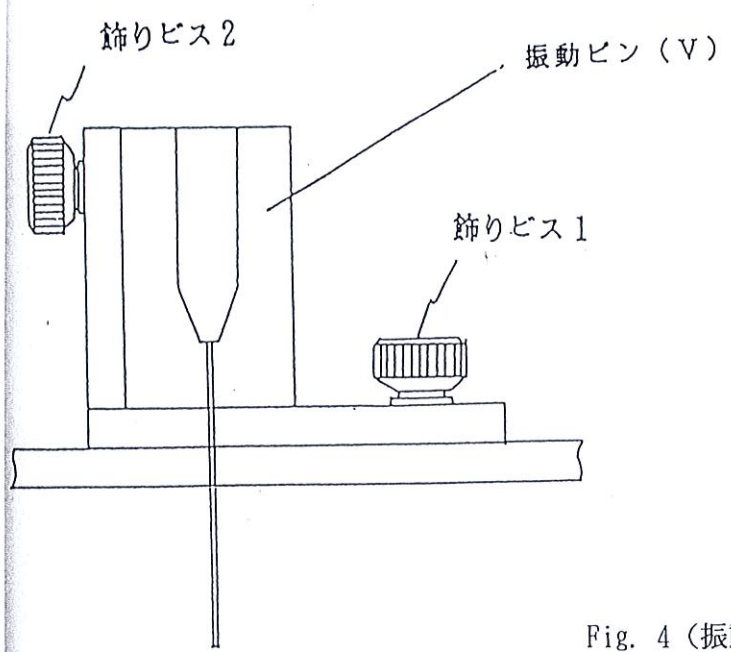

Fig. 4 (振動ピン)
2. 取り付ける際に、振動ピン、ローラの先端が Fig. 4、Fig. 5 のようになるように調整してから飾りビス1を固定して下さい。